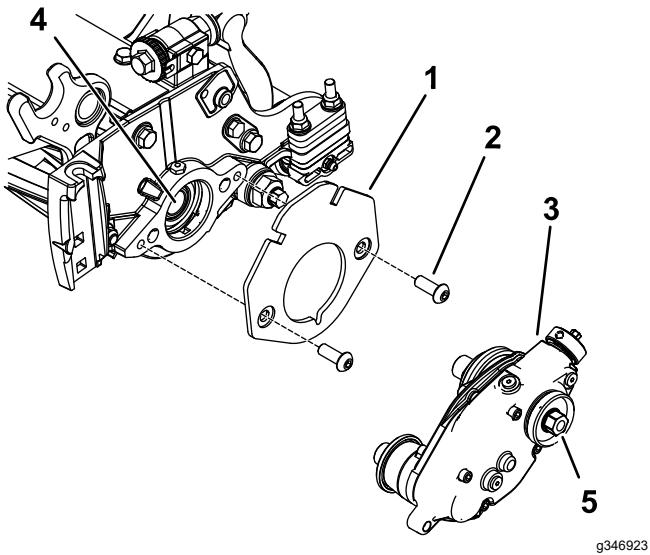

Figura 8
2. Instale o suporte do peso no cilindro com dois parafusos de cabeça sextavada, de cabeça de tremoço ($\frac{3}{8}$ pol. x $\frac{3}{4}$ pol.), como se mostra na Figura 8.
Loctite® 243) nas rosas do eixo do cilindro interno (Figura 8).
4. Instale a caixa de transmissão do rastelo no eixo do cilindro (Figura 8) utilizando a cabeça sextavada na caixa da transmissão do rastelo.